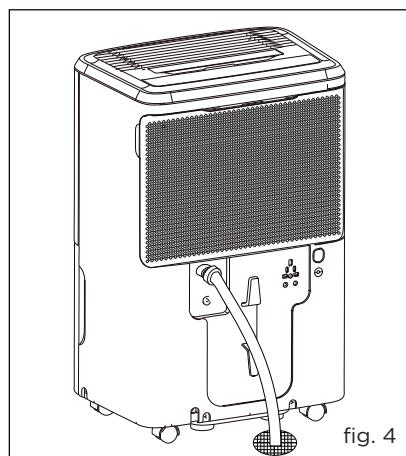

fig. 4
- Coloque el extremo de la manguera en el desagote. (fig.4)